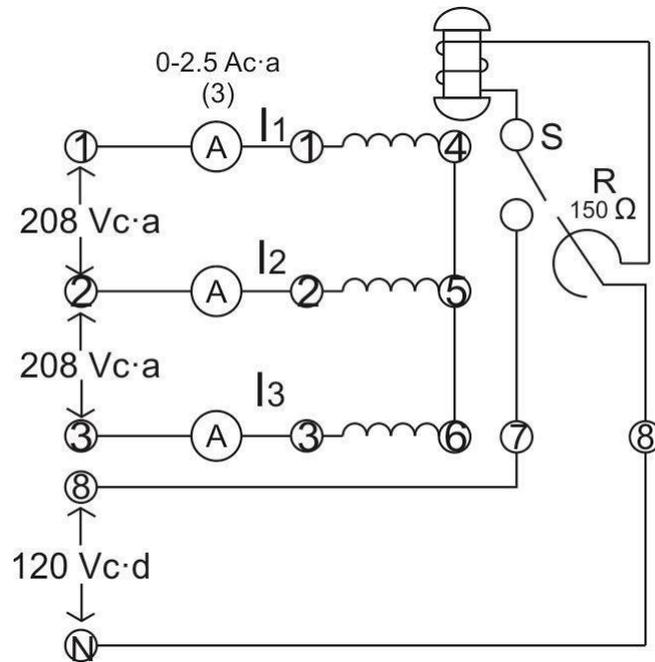

Figura 1
1. El motor síncrono es el adecuado para impulsar el generador de c-d, debido a su velocidad constante de operación. Conecte el circuito que aparece en la figura 1, usando los Módulos EMS de fuente de alimentación, medición de c-a y motor síncrono.